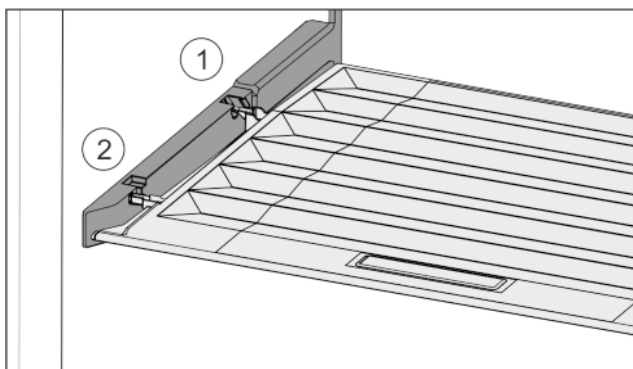

Fig. 36
- ▶ Výstupky víka zavedte do zadních držáků Fig. 36 (1) a vpředu zaklesněte do držáku Fig. 36 (2).